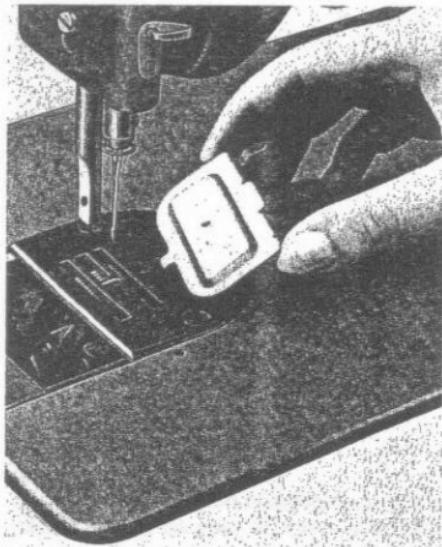
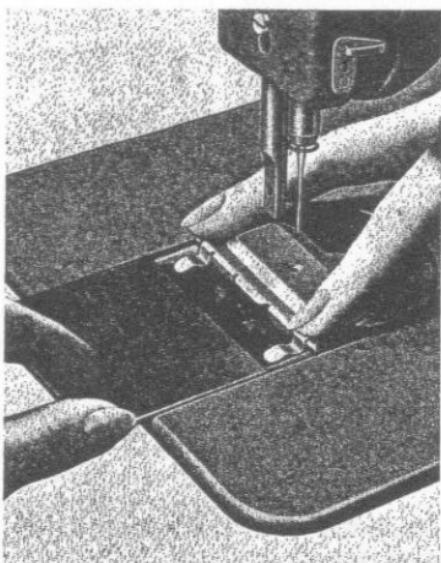

Fig. 30
Fig. 31
2. Überdeck-Stichplatte einhängen (Fig. 30), ein-schwenken und mit dem Grundplattenschieber festhalten (Fig. 31).
2. Slip the prong of the cover plate into the hole of the needle plate (Fig. 30), turn it over and secure it in position with the bed slide (Fig. 31).
2. Mettre en place la plaque de recouvrement (fig. 30) et la bloquer par la glissière de plateau (fig. 31).
2. Enganche la plaquita (fig. 30), presiónela sobre la placa de aguja y asegúrela con la corredera de la placa base (fig. 31).